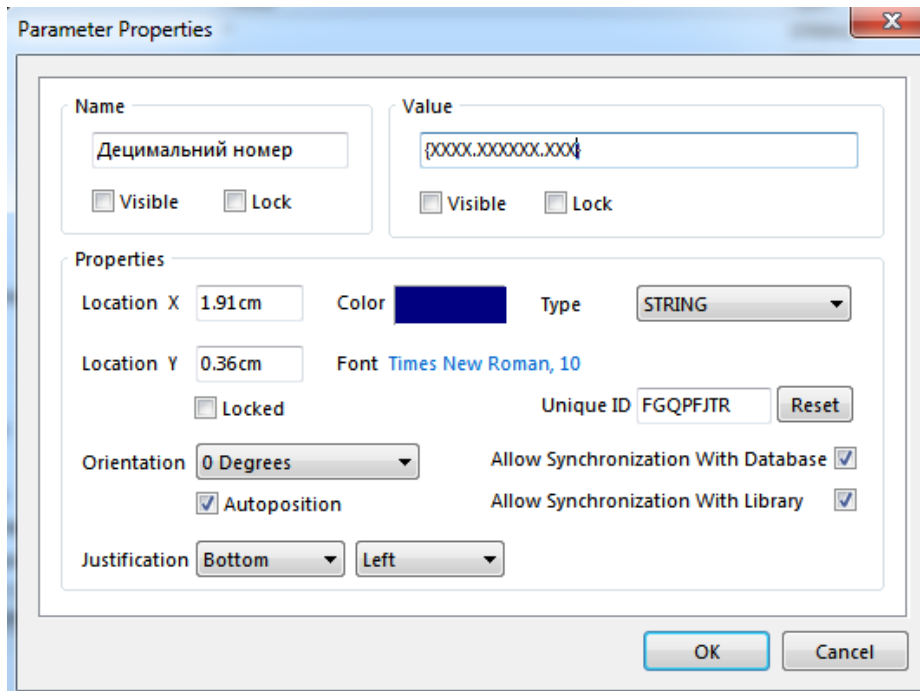

Рис. 1.17
4.2) У вікні, що відкрилось (Рис. 1.17), в полі **Name** впишіть назву параметру - *“Прізвище розробника”*, а в полі **Value** впишіть {Розробив};